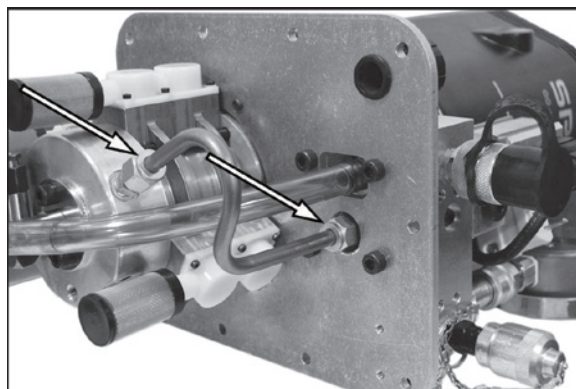

Рис. 71.
- См. рис. 71. Открутите 2 шт. обжимных фитингов и снимите трубку высокого давления.